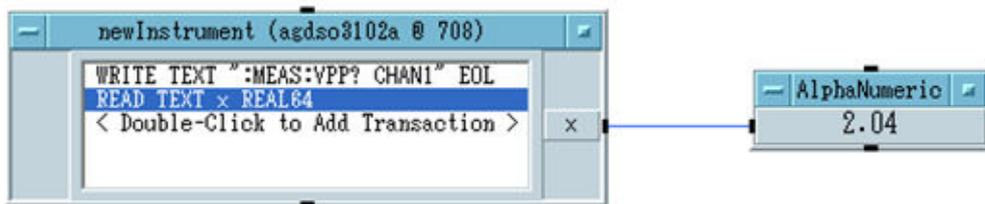

図6-8 オシロスコープの設定
(3) 次にオシロスコープで測定値を読み取る。もう一つオブジェクトを立ち上げ、図6-8のように設定する。
(4) これだけだと測定値は表示されないなので、[Display]→[AlphaNumeric]より"AlphaNumeric"オブジェクトを呼び出す。
(5) オブジェクトのx出力ピンと"AlphaNumeric"オブジェクトの左側のピンを図6-8のように結ぶ。
(6) プログラムを実行させると図6-8のように"AlphaNumeric"オブジェクトに数値が入るはずである。ちなみに、発振器の電圧が1 Vならば2倍程度の電圧が表示されるはずである。この理由は考察課題とする。
(7) この状態でVPPをVRMSと変更し、プログラムを実行すると今度は実効値が測定されるはずである。結果より確認すること。
(8) オシロスコープの各設定がどのような意味を持つのか理解すること。特に、プローブ倍率はオシロスコープに接続するケーブルにより変更する必要があるので注意すること。